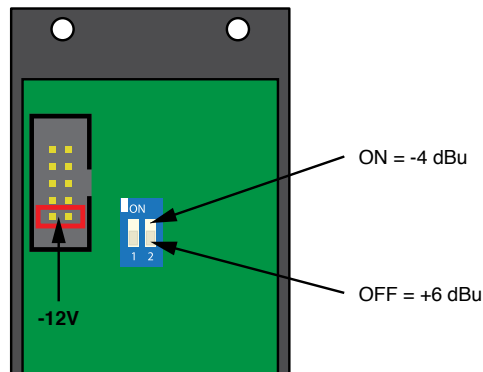

Abbildung 1: Rückseite vom twinOUT Modul mit DIP-Schaltern und Systembusanschluss
2. Stecke das mitgelieferte Flachbandkabel auf die dafür vorgesehene Stiftleiste am twinOUT. (*siehe Abbildung 1: Rückseite vom twinOUT Modul mit DIP-Schaltern und Systembusanschluss auf Seite 5*)
LINE OUT Am Stereoausgang (3,5-mm-Buchse) kann wahlweise ein Kopfhörer oder ein Line-Kabel angeschlossen werden. Für den Betrieb mit niederohmigen Kopfhörern empfiehlt es sich, die DIP-Schalter auf der Platine (*siehe Abbildung 1: Rückseite vom twinOUT Modul mit DIP-Schaltern und Systembusanschluss auf Seite 5*) auf **ON** zu stellen. Bei einem hochohmigen Kopfhörer (ab 300 Ohm) oder einer Verwendung als Line-Ausgang sollten die DIP-Schalter auf **OFF** gestellt werden.